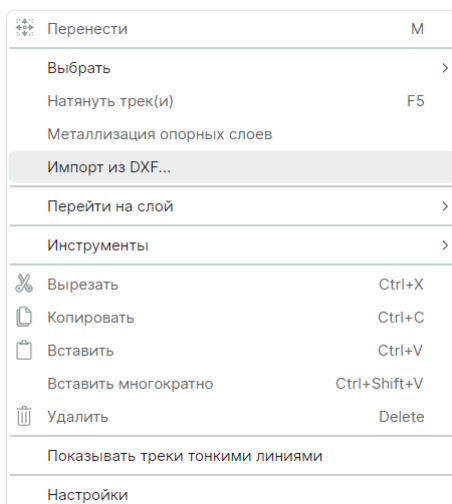

Рис. 74 Вызов импорта из контекстного меню
3. Воспользуйтесь пунктом «Импорт из DXF...» в контекстном меню, см. Рис. 74.